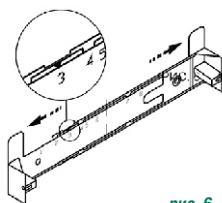

рис. 6
6.5 Крепление кронштейна к стене (рис. 6, 7).
- прежде чем прикрепить кронштейн к стене, необходимо выставить его на нужный размер (равный ширине верхней фальштрубы) рис. 6.